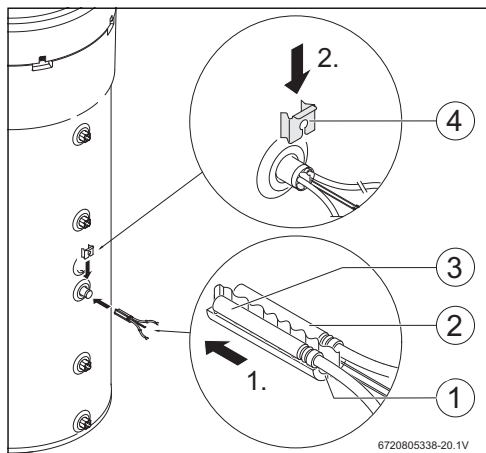

Fig. 7
- ▶ Montare il set di montaggio [1], la sonda di temperatura NTC dell'accessorio [2] e la sonda di temperatura NTC della centralina [3] e posizionare come illustrato in fig. 7.